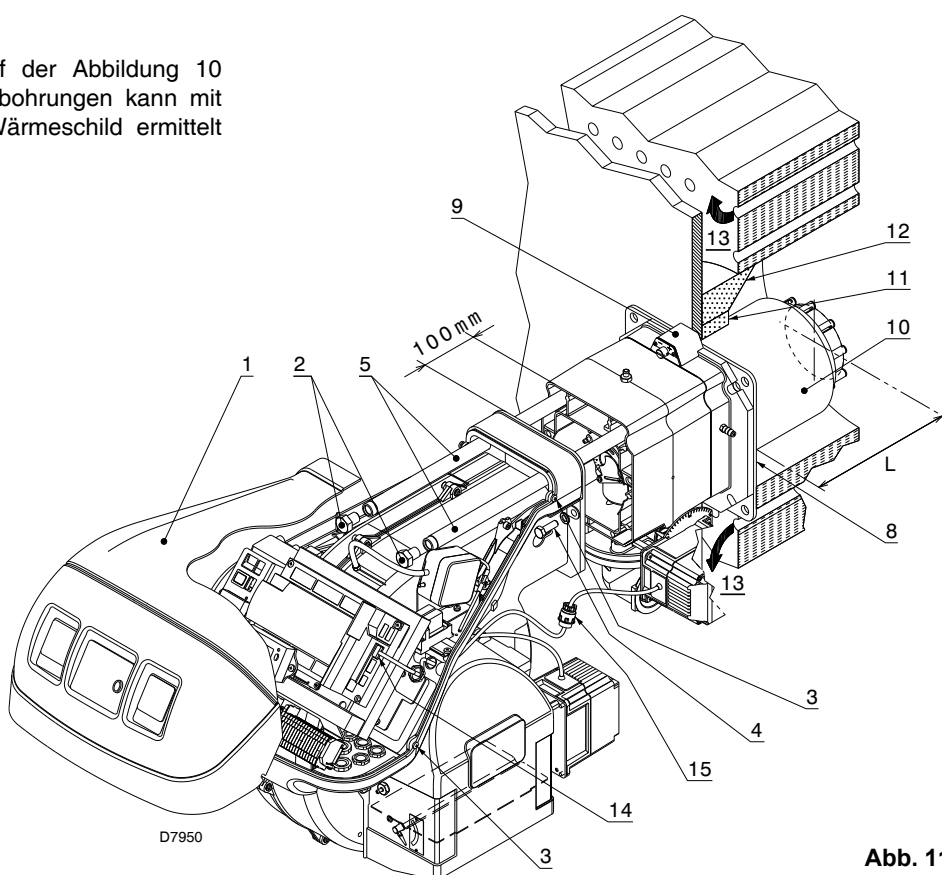

Abb. 11
Für Heizkessel mit vorderem Rauchumlauf 13) oder mit Flammenumkehrkammer muss eine Schutzschicht aus feuerfestem Material 11), zwischen feuerfestem Material des Heizkessels 12) und Flammrohr 10) ausgeführt werden. Diese Schutzschicht muss so angelegt sein, dass das Flammrohr ausbaubar ist. Siehe Abb. 11.
Dann den Flammkopf vom übrigen Brenner trennen, Abb. 11.
Nach dem Ausführen dieses eventuellen Vorgangs den Flansch 9) (Abb. 11) an der Heizkesselplatte befestigen, und die mitgelieferte Isolierdichtung 8) (Abb. 11) einfügen.
- den Brenner auf den Führungen 3) etwa 100 mm von Muffe 4) - Brenner in der in Abb. 11 gezeigten Position montieren;
- den Stecker des Stellmotors 14)(Abb. 11) anschließen und die Kabeldurchführung 15)(Abb. 11) anschrauben;